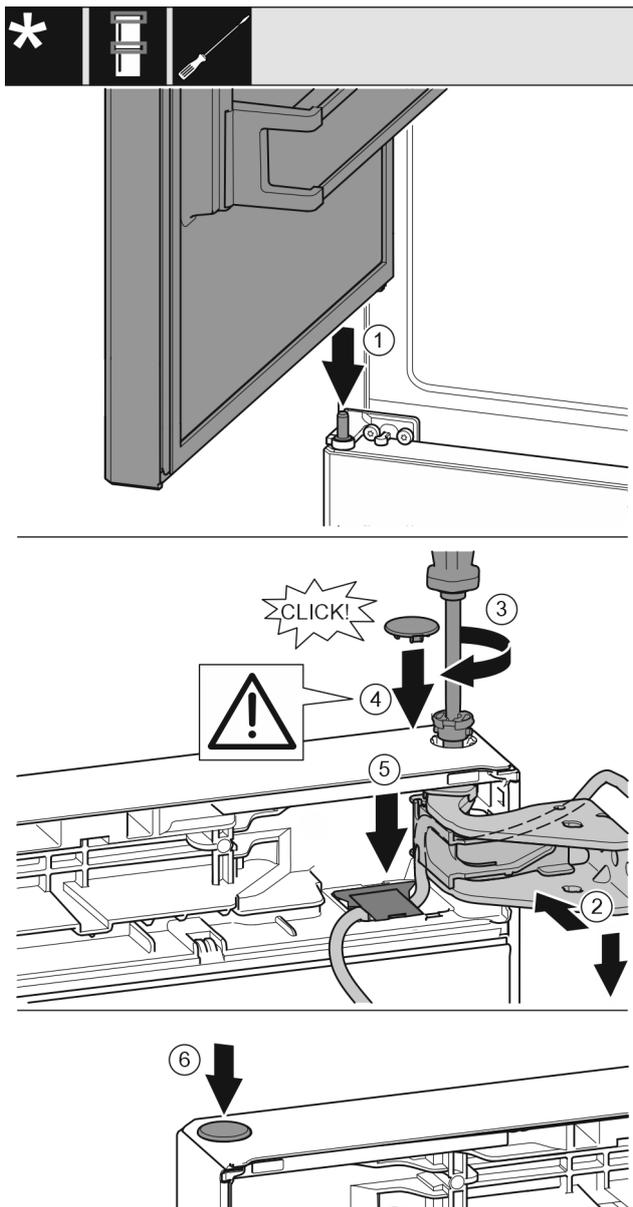

Fig. 42
- ▶ Sett øvre dør inn på midtre lagerbolt. Fig. 42 (1)
- ▶ Rett ut døren øverst mot åpningen i lagerbukken. Fig. 42 (2)
- ▶ Sett inn bolten, og skru den fast med skrutrekker T15. Fig. 42 (3)
- ▶ Montere sikringsdekselet for å sikre døren: Sett inn sikringsdekselet, og kontroller at det ligger på døren. Ellers settes bolten helt inn. Fig. 42 (4)
- ▶ Sett inn deksel og trykk ned inntil det hektes inn. Fig. 42 (5)
- ▶ Sett inn proppen. Fig. 42 (6)